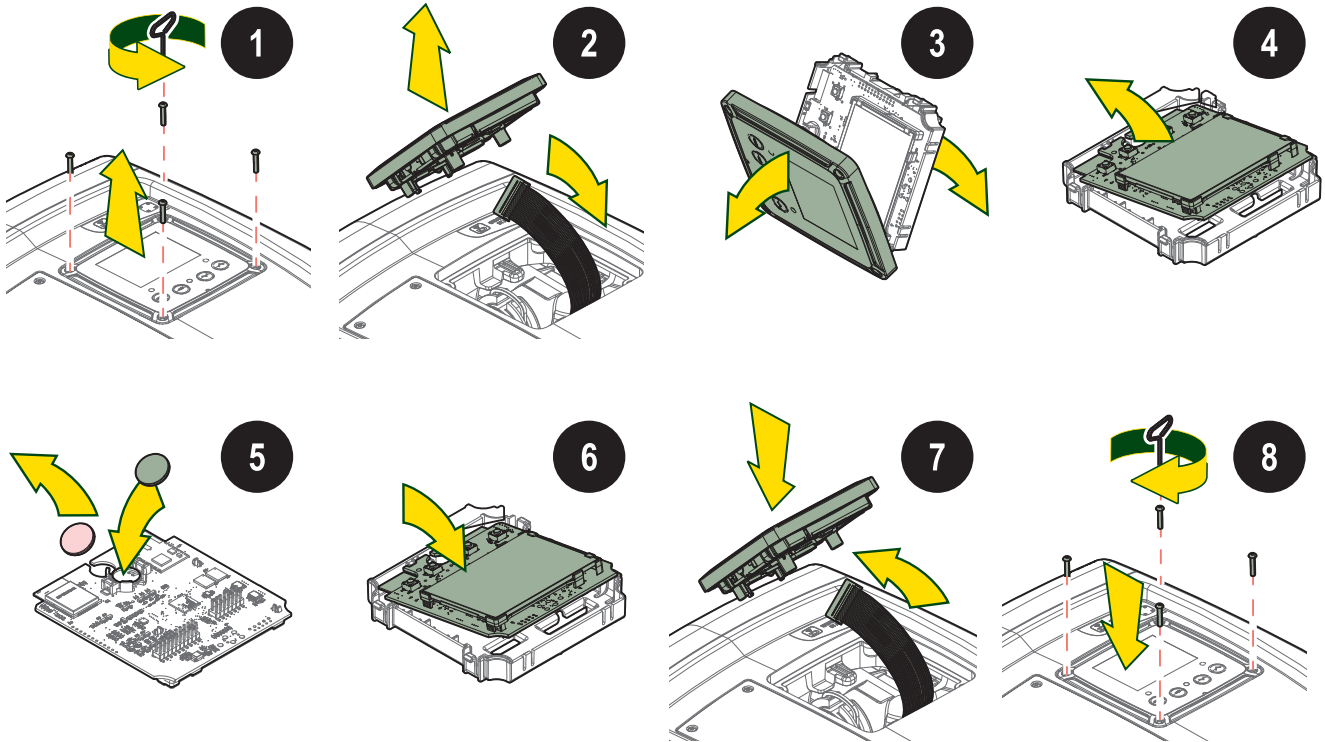

Afb. 24
1. verwijder het toegangsdeurtje tot de ruimte voor buitengewoon onderhoud (Afb.1 vlak F) door de 2 sluitschroeven los te maken met het meegeleverde gereedschap. Het is raadzaam de schroeven niet helemaal weg te halen, zodat ze kunnen worden gebruikt om het deurtje zelf weg te nemen. Let op dat de schroeven niet in het systeem vallen als ze uit het deurtje zijn verwijderd (afb. 24);
2. haal de rubberen dop van de klep van het expansievat (afb. 24);
3. werk op de klep volgens de aanwijzingen van paragraaf 1.2 (afb. 24);
4. plaats de rubberen dop terug (afb. 24);
5. plaats het deurtje terug en haal de 2 schroeven aan (afb.24).